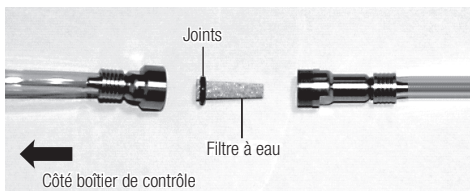

Fig. 26
2) Une fois que le logement du filtre à eau est détaché, le filtre à eau peut être enlevé, comme l'illustre la Fig. 26. Remplacez-le avec un nouveau filtre et remontez le filtre en réalisant les étapes susmentionnées dans le sens inverse.
Ne reliez pas le filtre à renversé la direction. La direction correcte est sur le Fig.26.